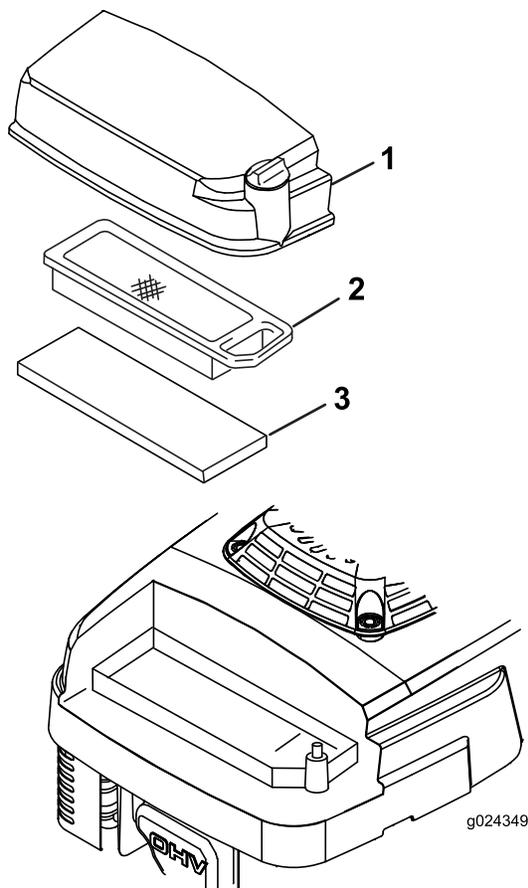

Figura 21
3. Desaperte o parafuso na tampa do filtro de ar (Figura 21).
5. Remova e inspecione o filtro de ar de papel (Figura 21) e substitua-o se estiver muito sujo.
6. Retire o filtro prévio de esponja (Figura 21) e lave-o com detergente suave e água e deixe secar.